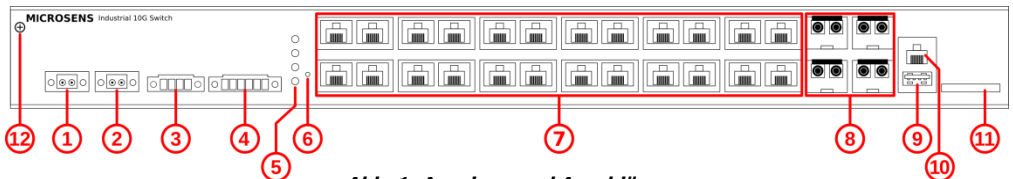

Abb. 1: Anzeigen und Anschlüsse
Erden Sie das Switch-Gehäuse über die Erdungsschraube an der Gehäusefrontseite (s. Abb. 1, ⑫)!
Der Switch wird über eine 24...57 VDC-Quelle (s. Abb. 1, ①) versorgt. Zu Redundanz- oder Load-Sharing-Zwecken ist zusätzlich der Anschluss einer zweiten Quelle mit gleicher Spannung möglich (s. Abb. 1, ②). Bei Ausfall einer Quelle übernimmt die alternative Quelle unterbrechungsfrei die Versorgung.
Die Anschlüsse sind mit "Power 1" und "Power 2" bezeichnet (s. Abb. 1, ① und ②) und mit zweipoligen Steckverbindern ausgestattet. Beachten Sie bitte die Polung (+/-) gemäß Klemmenbeschriftung.
5.1 Status-LEDs (s. Abb. 1, ⑤)
5.2.1 Ethernet (10/100Base-TX, s. Abb. 1, ⑦)
5.2.2 SFP/SFP+ (1000/10GBase-X, s. Abb. 1, ⑧)
Auf der Frontseite befindet sich ein Reset-Taster (s. Abb. 1, ⑥), der mit einem spitzen Gegenstand erreichbar ist. Je nach Dauer führt die Betätigung zu folgender Aktion:
1. Verbinden Sie einen PC über ein Konsolenkabel mit der seriellen Schnittstelle des Geräts (s. Abb. 1, ⑩).